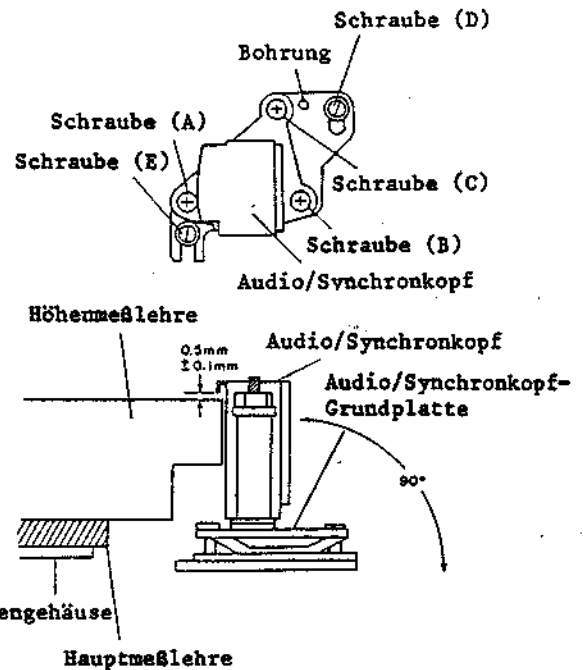

Abb. 3-12
#### 6-5 Einstellung des Audio/Synchronkopfes (Abb. 3-12, 3-13, 3-14)
- 3) Die Schrauben (A), (B) und (C) auf der Audio/Synchronkopf-Grundplatte so einstellen, daß der Abstand zwischen dem Flansch des Audio/Synchronkopfes und der Oberkante der Höhenmeßlehre  $0,5 \pm 0,1$  mm beträgt, wobei der Audio/Synchronkopf vertikal zum Chassis angeordnet sein muß (siehe Abb. 3-12).